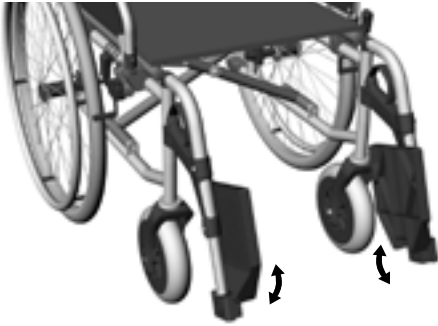

bild 8
3. Greppa sidodelen i armstödet och dra ut det bakåt från fästet (5, bild 8).
2. Sväng upp fotplattan. (bild 8)